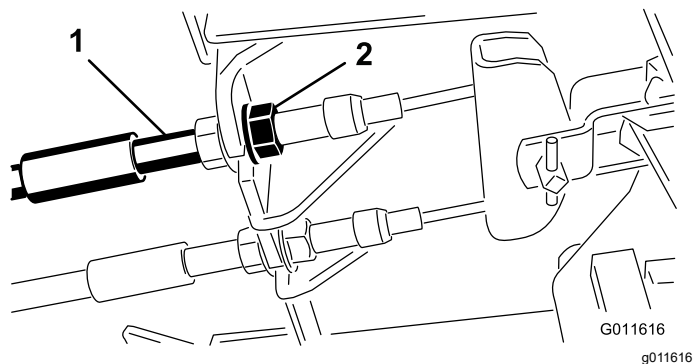

図 84
1. 遊びを減らすブレーキを締めるには、ブレーキケーブルのねじ山の前ナットをゆるめ、後ろのナットを締める図 84。